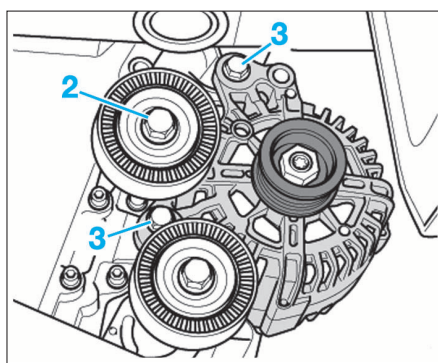
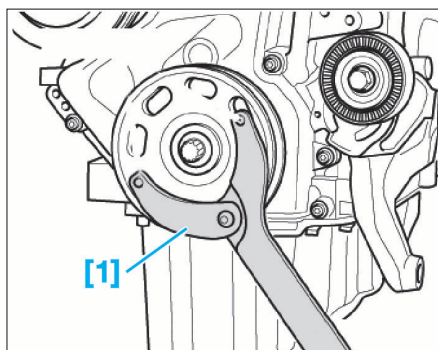

FIG. 10
FIG. 11
- [1]. Outil de blocage de la poulie (ref. T10172) (Fig.11 et 19).
- Déposer (Fig.10) :
- le galet (2).
- les vis (3), puis l'alternateur.
- Déposer la poulie de vilebrequin en maintenant la poulie avec l'outil [1] (Fig.11).